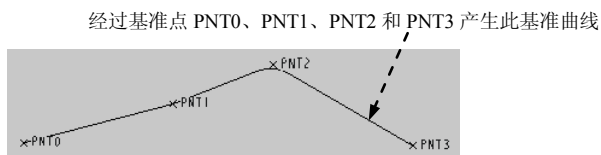

图 5.19.35 经过点基准曲线的创建
可以通过空间中的一系列点创建基准曲线, 经过的点可以是基准点、模型的顶点以及曲线的端点。如图 5.19.35 所示, 现需要经过基准点 PNT0、PNT1、PNT2 和 PNT3 创建一条基准曲线, 操作步骤如下。
- (2) 选取图 5.19.35 中的基准点 PNT0、PNT1 和 PNT2。
- (3) 在系统 **输入折弯半径** 的提示下, 输入折弯半径值 3.0, 并按 Enter 键。
- (4) 选取图 5.19.35 中的基准点 PNT3, 选择 **Done (完成)** 命令。